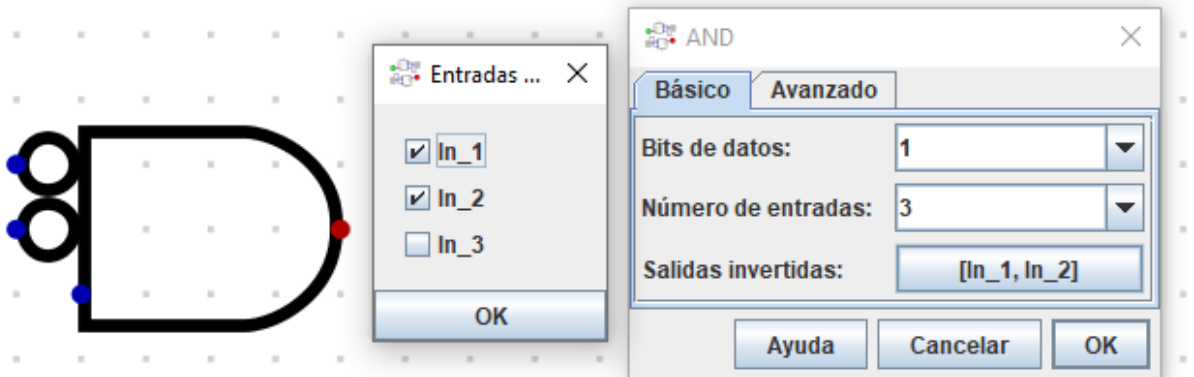

Figura 2. Configuración del número de entradas y su negación en una puerta
2. Pulsa el botón a la derecha de **Salidas invertidas** y activa las casillas de las entradas que se debes invertir. La figura 2 muestra la configuración de la puerta AND superior.